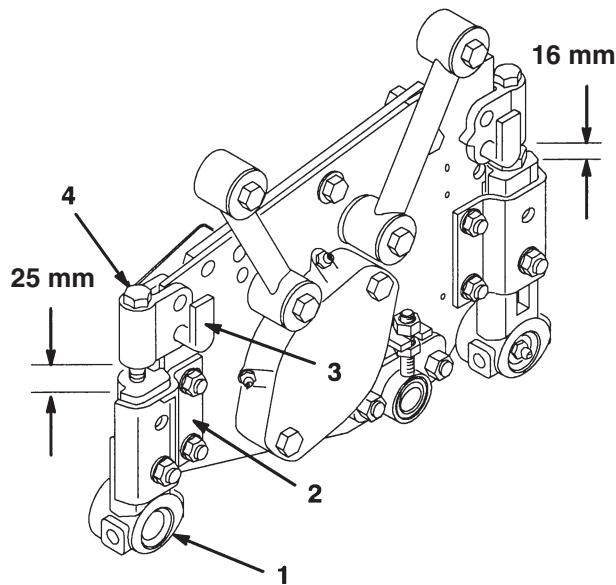

Bild 6
2. Stellen Sie die Stütz-Innensechskantschraube so ein, dass sich zwischen der Schnitthöhenstütze und dem Bügel der vorderen Walze (an zwei Stellen) (Bild 6) ein Abstand von $25 \text{ mm} \pm 1,5 \text{ mm}$ ergibt.
3. Stellen Sie die Stütz-Innensechskantschraube so ein, dass sich zwischen der Schnitthöhenstütze und dem Bügel der hinteren Walze (an zwei Stellen) (Bild 6) ein Abstand von $16 \text{ mm} \pm 1,5 \text{ mm}$ ergibt.